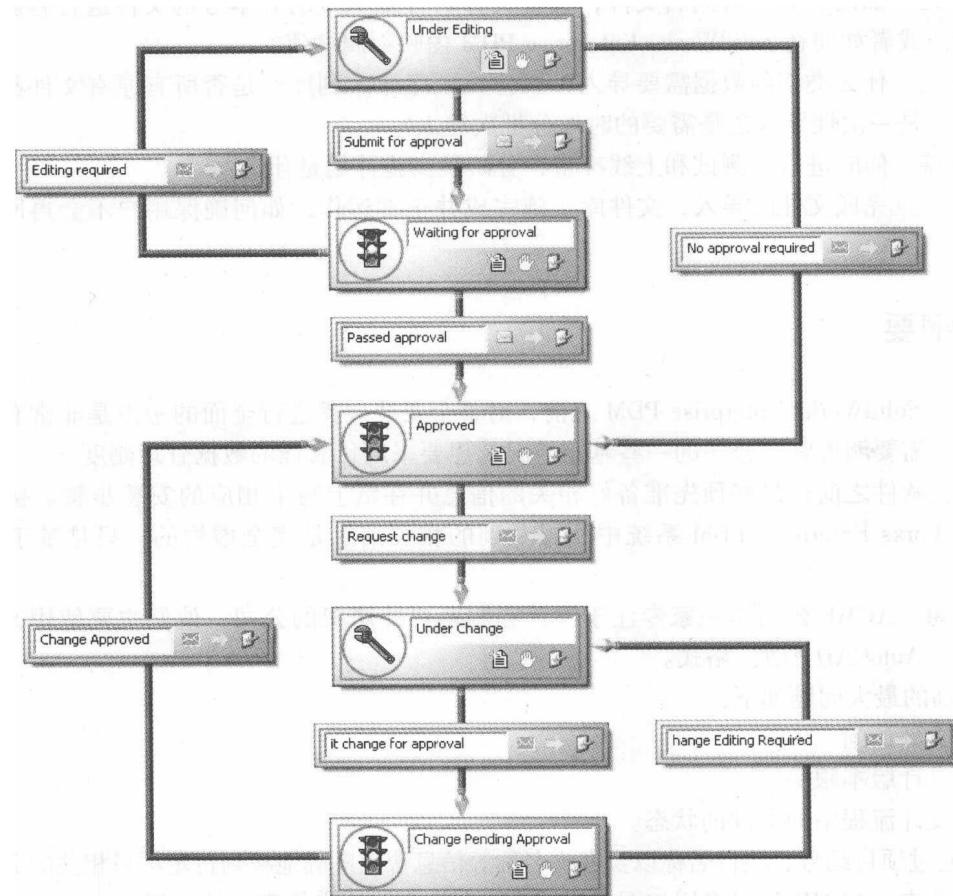

图 1-2 CAD 文件审批流程
(1) CAD 文件审批流程(CAD Files)：ACME 公司对 CAD 文件采用一种字母、数字相结合的修订版号。如图 1-2 所示，当文件被批准并发布(如 Approved 状态)时，递增字母部分；而当文件由于修改导致版本变更(如 Waiting for Approval 和 Change Pending Approval 状态)时，递增数字部分。